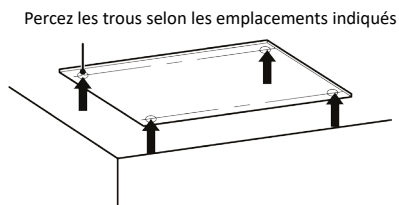
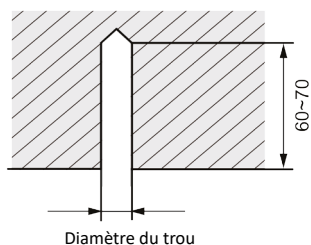

Fig.2
Fig.3
- ② Percer les trous des boulons et installer les boulons.
- (1) Collez le carton de référence sur la position d'installation ; percez 4 trous selon l'emplacement du trou sur le carton comme indiqué sur la Fig.2 ; le diamètre du trou dépend du diamètre du boulon d'expansion et la profondeur est de 60 à 70 mm, comme indiqué sur la Fig.3.